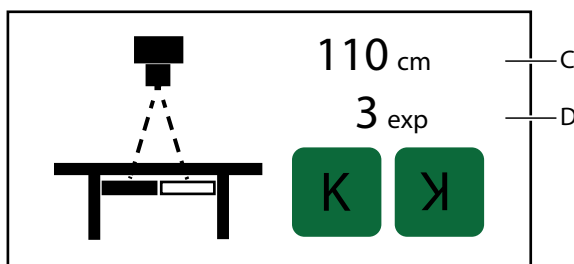

Fig. 4-53 Limites gauche et droite définies
- Lorsque les deux limites ont été définies, la longueur totale de l'image composite **(C)**, voir **Fig. 4-53**, et le nombre d'expositions **(D)** sont affichés.